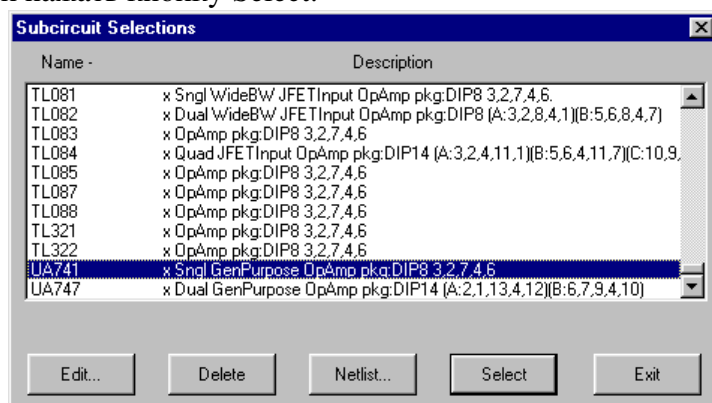

Рисунок 2.10.
- 2 +V устройства [Analog/Power] (1) типа Vcc и Vee
9. Выбрать UA741 из списка доступных под схем (размещено возле нижней части списка; см. Рисунок 2.10) и нажать кнопку Select.